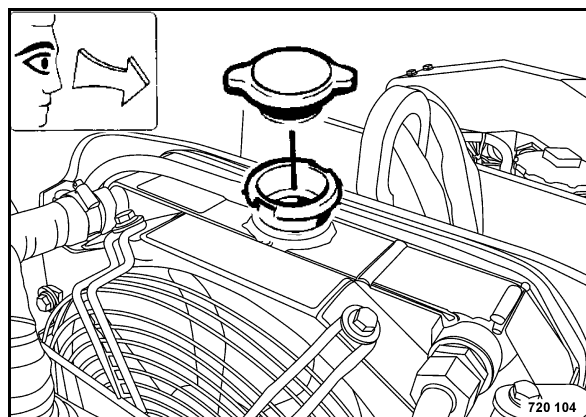

Рис. 130
- Залить охлаждающую жидкость до нижней кромки наливной горловины радиатора (Рис. 130).